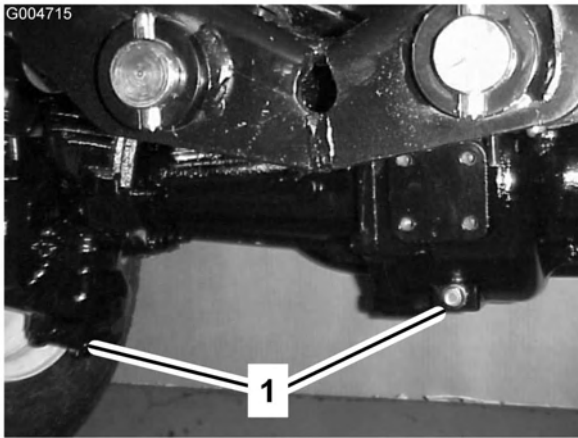

Bild 59
2. Reinigen Sie den Bereich um die drei Ablassschrauben, d. h. jeweils eine an beiden Enden und eine in der Mitte (Bild 59).